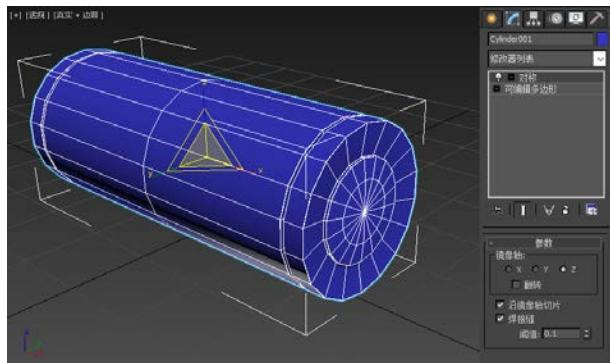

图 3-1-17 添加【对称】修改器
**STEP 17** 退出子对象选择，给模型添加【对称】修改器，如图 3-1-17 所示。